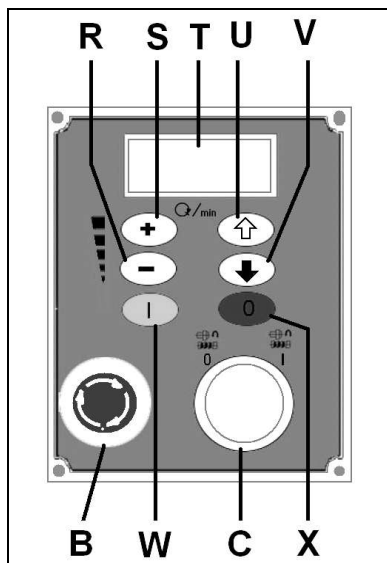

Fig 2
La machine peut être mise en route avec la touche verte (W, Fig 2). Elle peut être arrêtée avec la touche rouge (X).